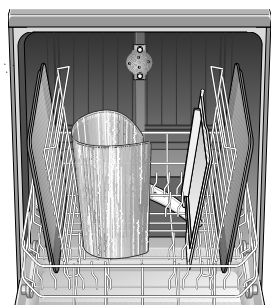

Figure 14/Illus. 14
2. Place your extra tall item(s) in the lower rack as in Figure 14.
2. Placer le(s) article(s) très grand(s) dans le panier inférieur comme à la figure 14.
2. Cargue las piezas extra grandes en el estante inferior como muestra la Ilustración 14.